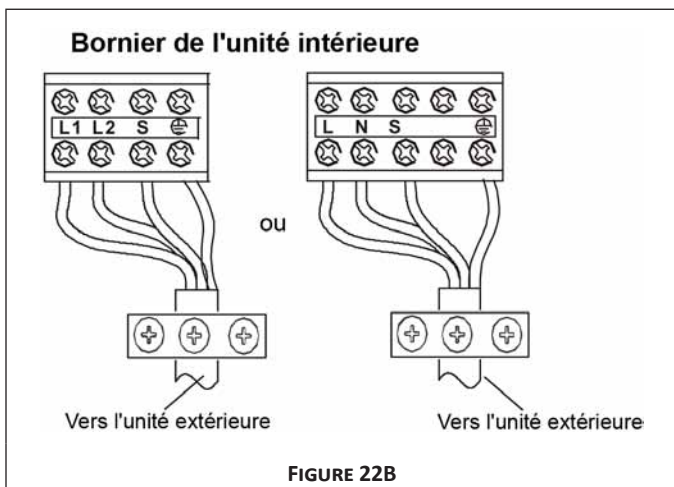

FIGURE 22B
4. Veillez à ce que la couleur des fils de l'unité extérieure et les numéros de borne soient les mêmes que ceux de l'unité intérieure. Figure 22B.